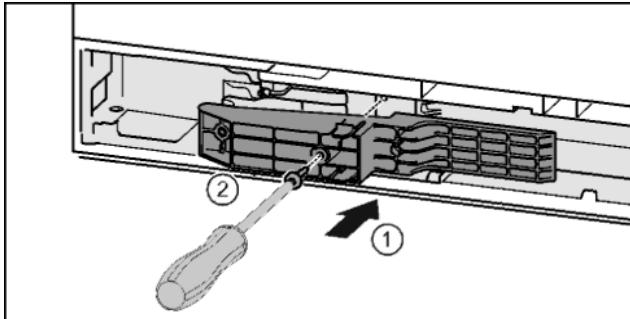

Fig. 42\*
- Вставить деталь адаптера в отверстие на стороне ручки. Fig. 42 (1)\*
- Затянуть винты отверткой T15. Fig. 42 (2)\*